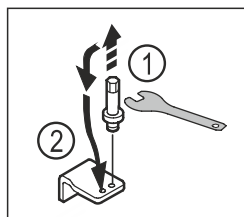

Fig. 22
- ▶ Отвийте болта на долната лагерна стойка с външен шесткантов ключ SW5. Fig. 22 (1)
- ▶ Поставете болта от другата страна. Fig. 22 (2)